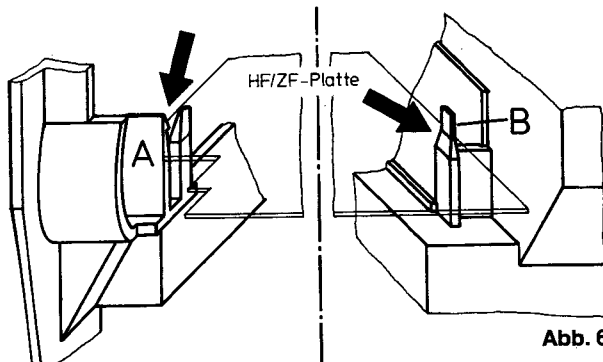

Abb. 6
4. Halterung **A** (Abb.6) der HF-/ZF-Platte zurückdrücken und Platte aus den Rastebenen **A** ziehen. HF-/ZF-Platte zur Gehäuse-Oberkante kippen bis die Platte aus den Fixiermasen **B** gleitet.